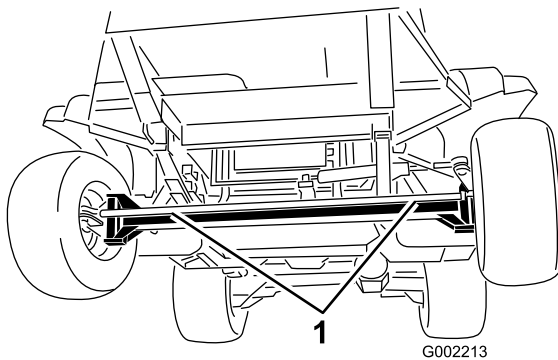
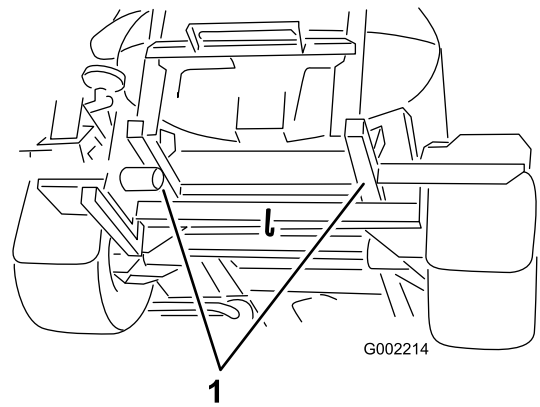

Figura 29
Figura 30
2. Conecte un cable de remolque al bastidor. Consulte los puntos de remolcado delanteros y traseros en Figura 29 y Figura 30.